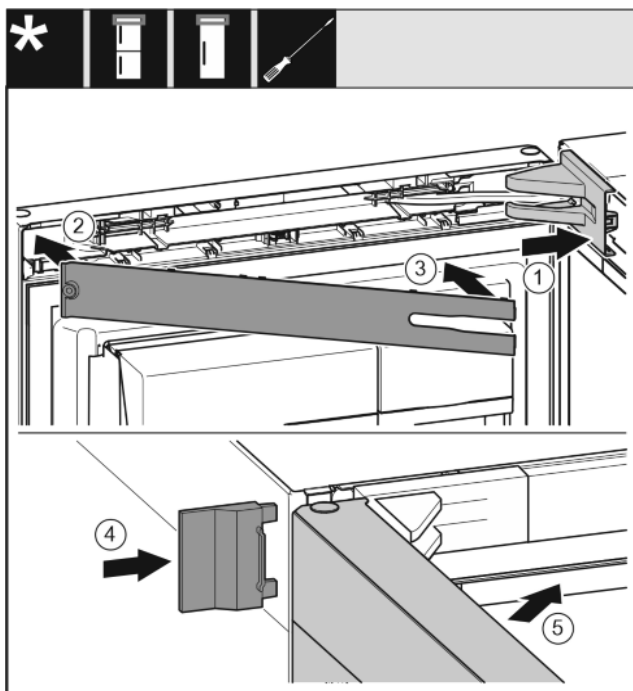

Fig. 40
- ▶ Поставете и фиксирайте капака на лагерната стойка, при нужда внимателно го натиснете настрани. *Fig. 40 (1)*
- ▶ Поставете капачката. *Fig. 40 (2)*
- ▶ Завъртете навътре капачката и я фиксирайте. *Fig. 40 (3)*
- ▶ Нахлузете външния капак. *Fig. 40 (4)*
- ▶ Затворете горната врата. *Fig. 40 (5)*